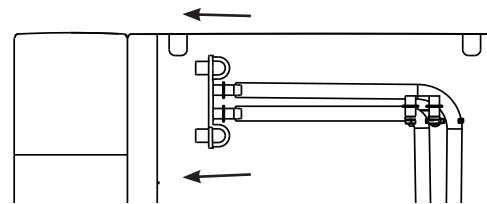

Figure 8
10. Débranchez le haut des tuyaux de vidange à l'arrière de l'appareil. Voir la figure 8.